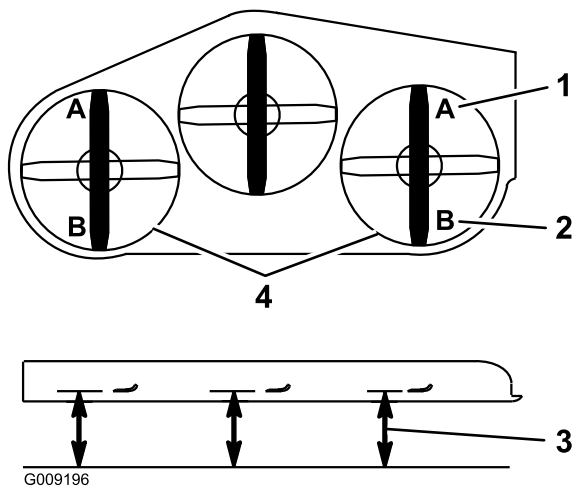

Figura 124
9. Em ambos os lados da plataforma, meça do nível da superfície até à ponta dianteira da lâmina (Posição A) como se mostra na Figura 124.
15. Em ambos os lados da plataforma, meça do nível da superfície até à ponta traseira da lâmina (posição B) como se mostra na Figura 124.